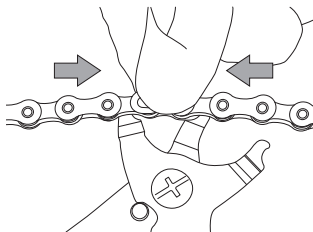

Fig.11
- Comprima el C-Link™ empujando por ambos lados (interno y externo) y, al mismo tiempo, accione la pinza para acercar los dos pasadores (Fig. 11).